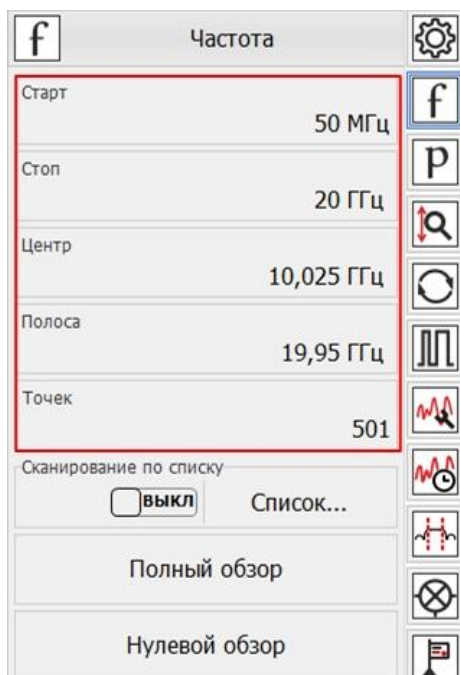

Рис. 4. Задание частотного диапазона.
6. Задать частотный диапазон измерения коэффициента шума (50 МГц ...20 ГГц) (рис. 4);